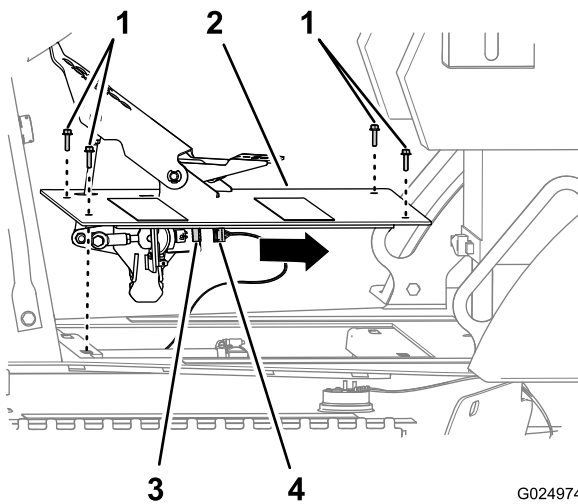

Bild 110
1. Nehmen Sie die vier Sechskantbundkopfschrauben ab, mit denen das Fahrpedal am Chassis der Maschine befestigt ist (**Bild 110**).
2. Ziehen Sie den 6-Buchsen-Stecker des Maschinenkabelbaums vom 6-Stift-Stecker am Fahrpedalsensor ab (Bild 110).
3. Entfernen Sie das Fahrpedal von der Maschine (Bild 110).
1. Schließen Sie den 6-Buchsen-Stecker des Maschinenkabelbaums am 6-Stift-Stecker am Fahrpedalsensor an (Bild 110).
2. Fluchten Sie die Löcher in der Platte des Fahrpedals mit den Löchern im Chassis der Maschine aus (Bild 110).
3. Befestigen Sie das Fahrpedal mit den vier Sechskantbundkopfschrauben (6 x 25 mm) am Chassis der Maschine, siehe Bild 110.